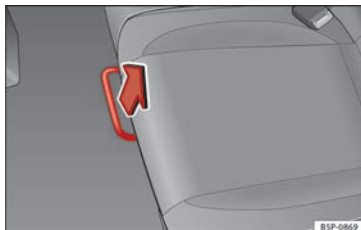

Fig. 79 Barra de desbloqueo del asiento posterior.
- En la posición sentado, desbloquee la palanca en el sentido de la flecha » **fig. 79**.